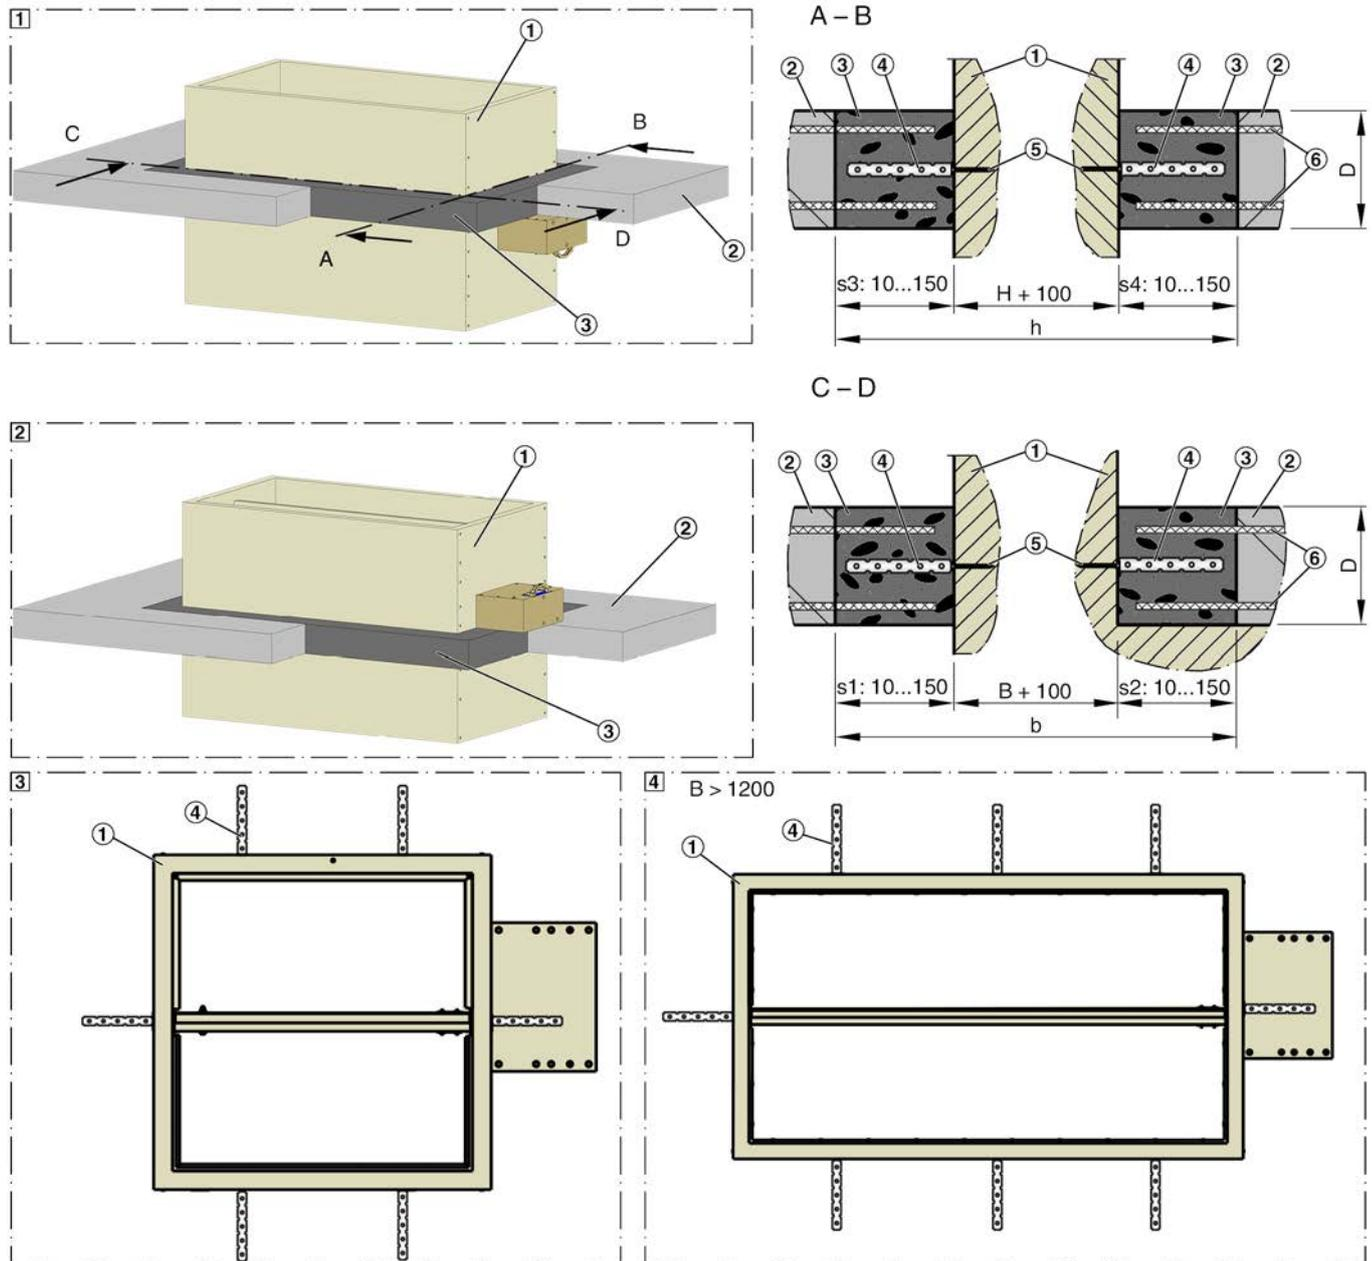

Fig. 15: Instalación en forjado con mortero, índice de clasificación: h_{ow}
1. ▶ Realizar la abertura de instalación en cumplimiento con Fig. 15 .